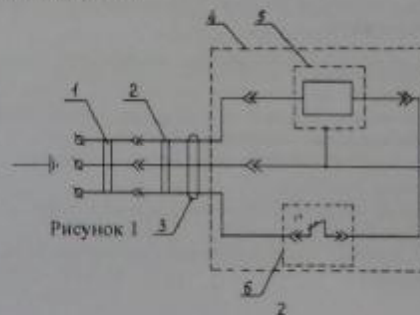

Рисунок 1
4.3 Подключение электроподогревателя (как электроприбора класса защиты I) допускается только к 3-х проводной однофазной питающей сети (см. рисунок 1).